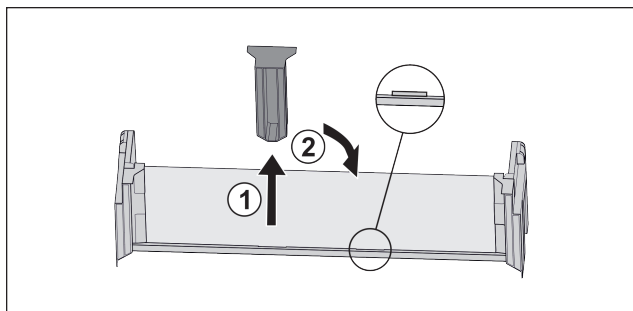

Fig. 92
- ▶ Снимите среднюю поддерживающую деталь Fig. 92 (1).
- ▶ Вставьте среднюю поддерживающую деталь во вторую позицию Fig. 92 (2).